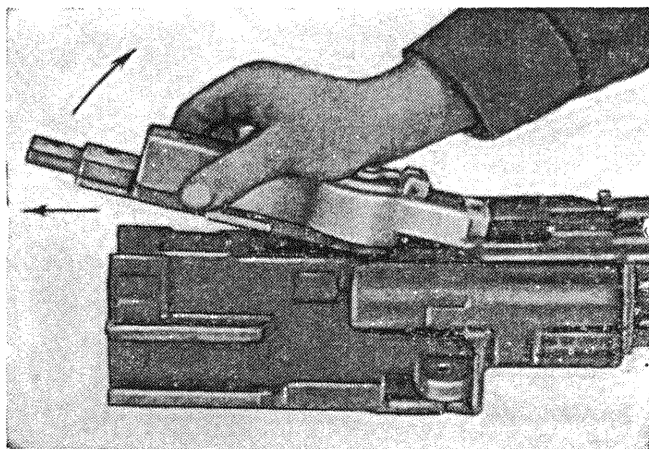

Рис. 71
19. Снять электроспуск, для чего сдвинуть его вперед и вывести из зацепления с пазами коробки (рис. 71).